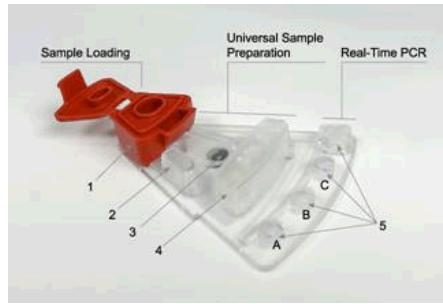

Figure 1. Vue du dessus d'une cartouche PIE
Le Revogene automatise l'homogénéisation du PrC, la dilution, la lyse, l'amplification de l'ADN et la détection du produit amplifié par PCR. L'intervention de l'utilisateur n'est requise que pour transférer le tampon pour échantillon du tube de tampon pour échantillon (TTE) à la cartouche PIE et insérer celle-ci dans le carrousel du Revogene. Chaque PIE du Revogene Check est un dispositif entièrement intégré et fermé dans lequel un tampon pour échantillon est placé et traité via différentes chambres microfluidiques et différents canaux qui permettent le traitement du PrC (c'est-à-dire l'homogénéisation, la dilution et la lyse) et les étapes de PCR en temps réel qui s'ensuivent (Figure 1). Le tampon pour échantillon est transféré par centrifugation d'une chambre à la suivante en suivant une séquence déterminée.
6. Décharger complètement le volume de TE dans la chambre de chargement d'échantillon de la cartouche PIE (Figure 1). Veiller à ne pas toucher les bords extérieurs ou le fond de la chambre de chargement d'échantillon avec la PTJ.